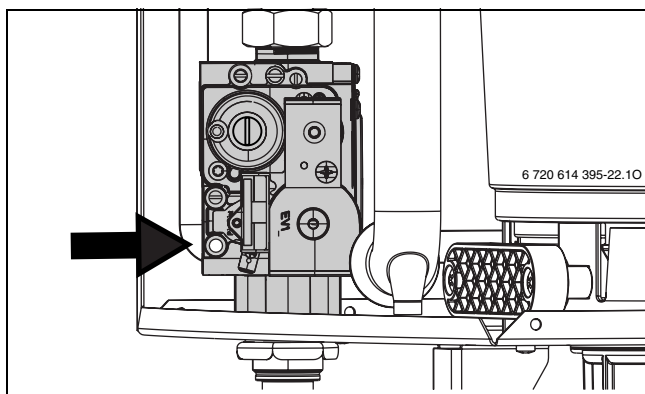

Fig. 44
- ▶ Sigillare, con vernice, la testa di ogni vite di regolazione (fig. 44, rif. 2 e 3).